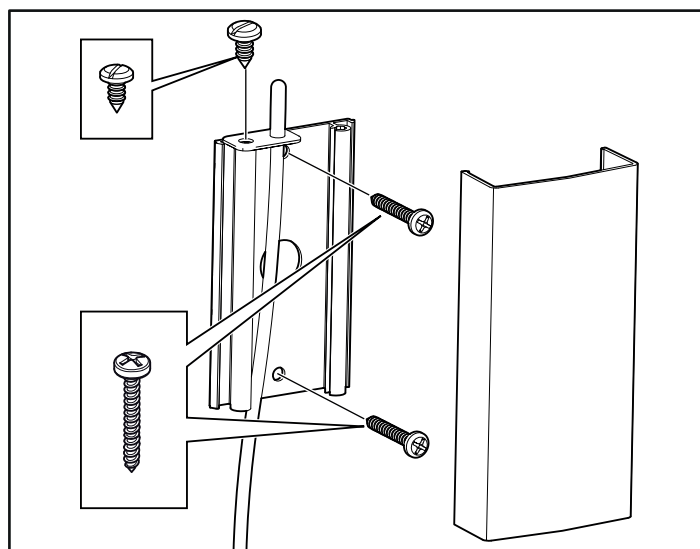
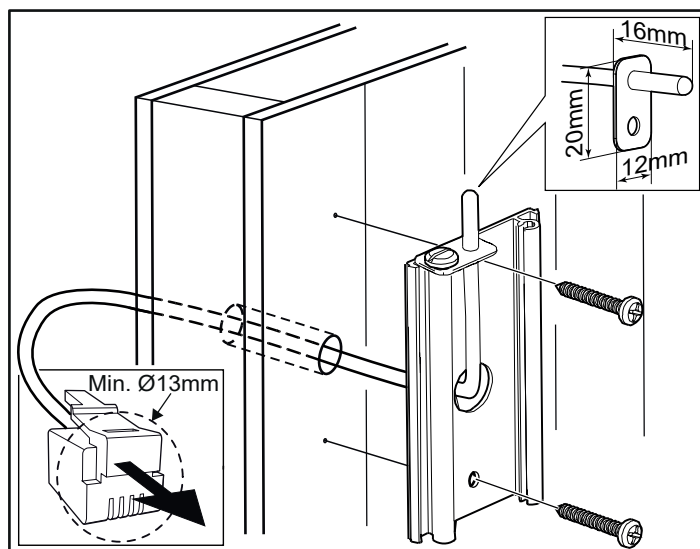

Рисунок 16: Установка датчика
Рисунок 17: Проведение проводки через стену.
11. Установите датчик на стене (см. Рис. 16). Провод термистора также можно провести через стену. Герметично заделайте все отверстия в стене за датчиком (см. Рисунок 17). Провод термистора может быть удлинен и выведен за пределы сауны, используя низковольтный провод (2-жильный).